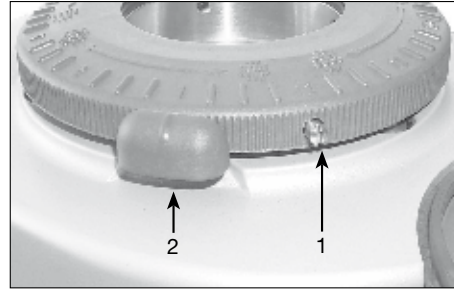

Abb. 2 - Montaje incorrecto
En la Fig. 2 se muestra una instalación incorrecta del casquillo de regulación: el tornillo de bloqueo de la tolva (1) se encuentra después del perno de parada de las muelas (2).